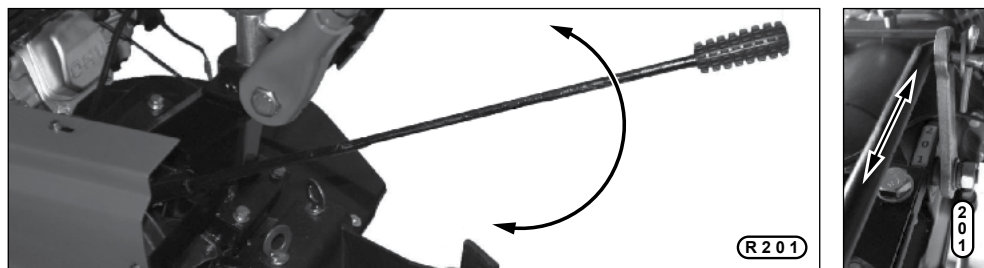

рис. 17
4. Выберите нужную передачу (рис. 17).